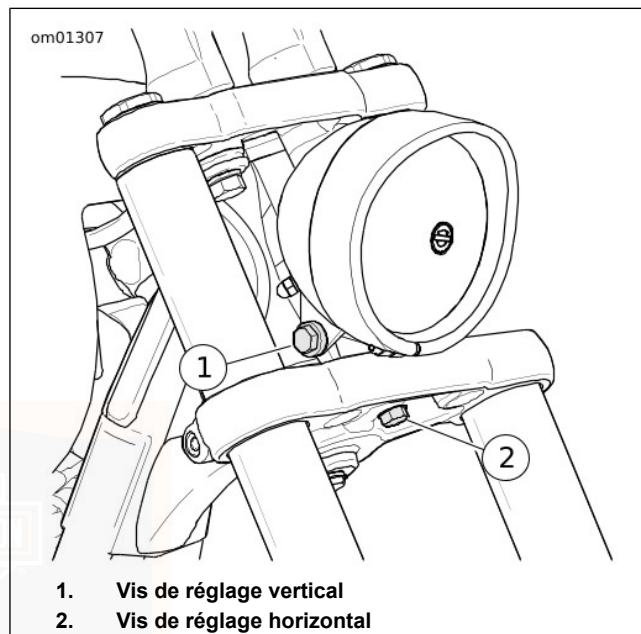

Figure 73. Réglage du phare
1. Voir Figure 73. Régler l'alignement horizontal du phare.
- a. Desserrer la vis de réglage horizontal (2). Régler le phare vers la gauche ou vers la droite pour diriger le faisceau lumineux droit devant.
2. Voir Figure 73. Régler l'alignement vertical du phare.
- Desserrer la vis de réglage vertical (1). Régler le phare verticalement jusqu'à ce que le faisceau soit centré sur la ligne horizontale.
- Serrer la vis de réglage vertical (1) :